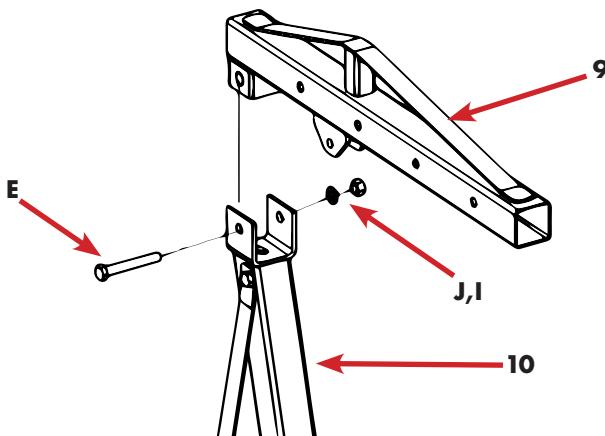

Abb.13
- Montieren Sie den Tragarm auf die obere Aufnahme des Holmes, wie in Abb.13 dargestellt.
Legende Abbildung 13 (siehe auch ab Seite 15, Abbildung 2 und Tabelle 1)